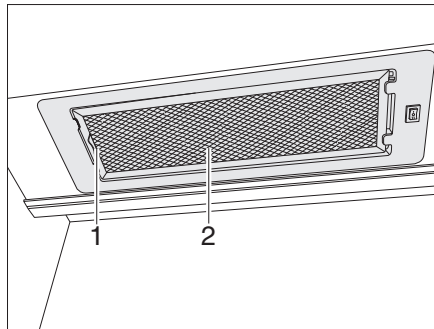

Bild 147 Dunstabzug
- Den Hebel (Bild 147,1) nach innen drücken.
- Den Filter (Bild 147,2) nach unten entfernen.